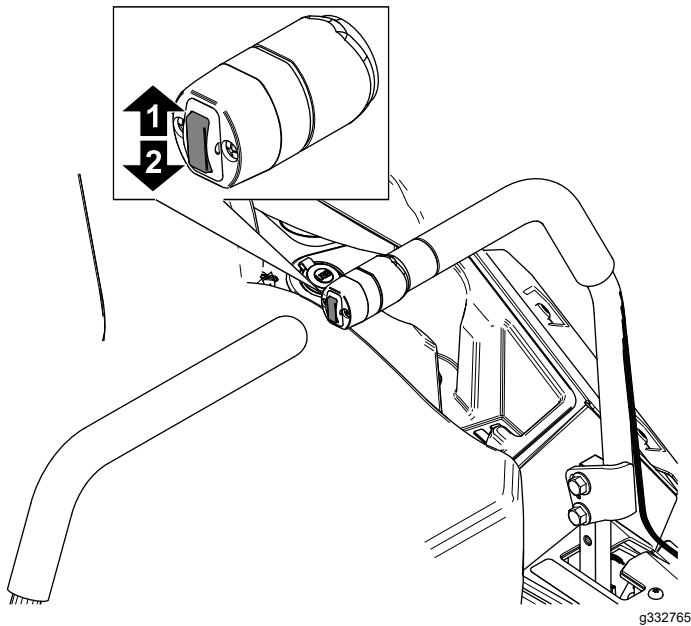

Figure 31
1. Presione hacia arriba el interruptor de elevación de la carcasa (Figure 31).